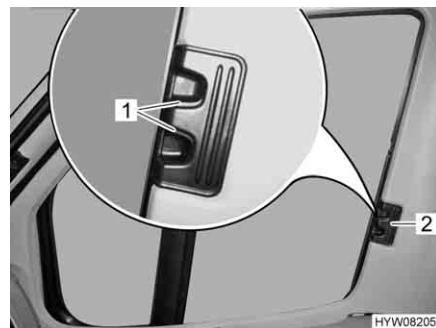

Fig. 18 Tendina oscurante pieghevole per il finestrino del conducente/ passeggero
- Premere le maniglie di sbloccaggio (Fig. 18,1) e mantenerle premute.
- Con la levetta (Fig. 18,2) tirare le tendine oscuranti pieghevoli per il finestrino del guidatore e del passeggero verso l'altro lato della finestra e congiungerle alle strisce magnetiche.
- Inserire fino all'arresto le tendine oscuranti pieghevoli per il finestrino del guidatore e del passeggero per la maniglia (Fig. 18,2).
- Rilasciare le maniglie di sbloccaggio (Fig. 18,1) e mantenerle innestate.